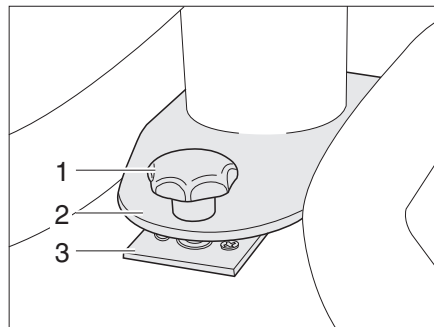

Fig. 78 Dispositif de blocage table fixe
- Placer la table fixe avec la plaque perforée (Fig. 78,2) sur le support (Fig. 78,3).
- Pousser la table fixe de telle sorte que la vis de fixation (Fig. 78,1) puisse être vissée dans le support (Fig. 78,3).